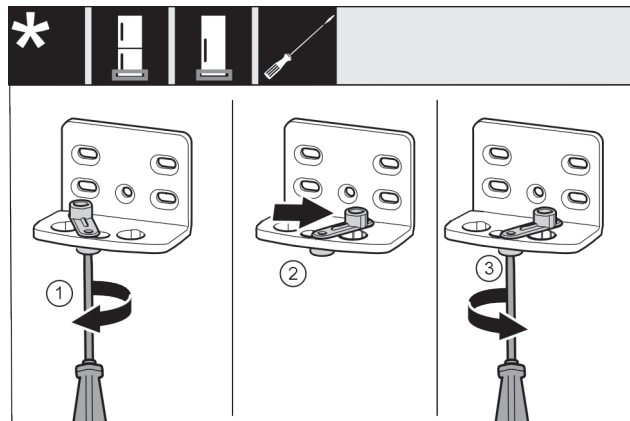

Fig. 41 *
- Vijake Fig. 41 (1) rahlo privijte z izvijačem.*
- Privzdignite pripomoček za zapiranje vrat Fig. 41 (2) in ga v luknji zavrtite za 90° v desno.*
- Zategnite vijak Fig. 41 (3) z izvijačem.*